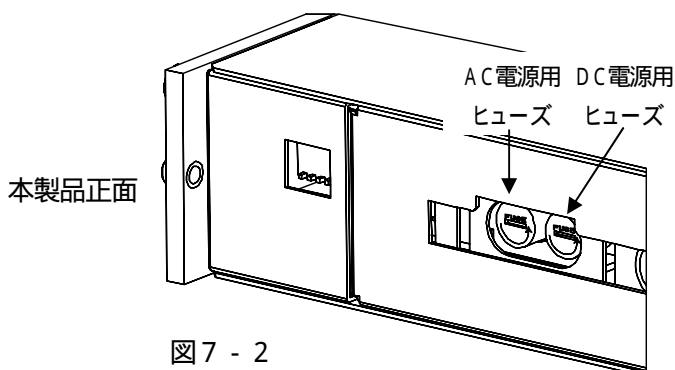
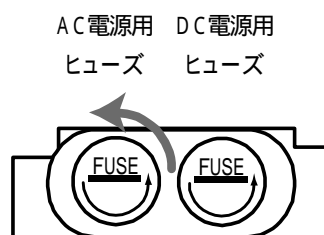

図7-2
図7-3
2. 図7-2のように、本製品正面を左手方向、底面を手前方向、背面を右手方向に置きます。
3. マイナスドライバを使用し、ヒューズホルダに記載されている矢印方向(図7-3参照:左90°)に回転させるとヒューズホルダが手前にできます。
7. 図7-2のように、ヒューズホルダが本製品内部に完全に収まっていることを確認してください。また、図7-3のようにヒューズホルダのマイナス部分(ドライバ差込箇所)が本体と平行の位置になっていることを確認してください。